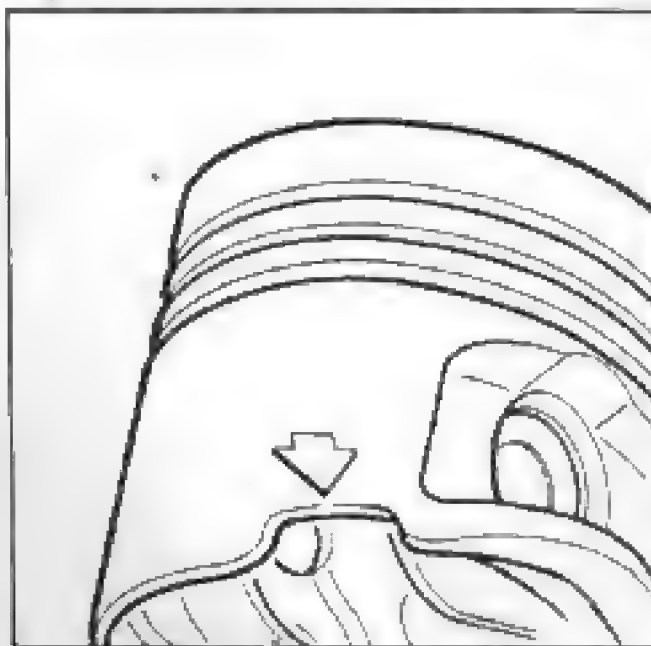

Fig.54 - Abertura lateral no pistão
- Abertura lateral - evita o contato do injetor de óleo com o pistão (Fig.54)